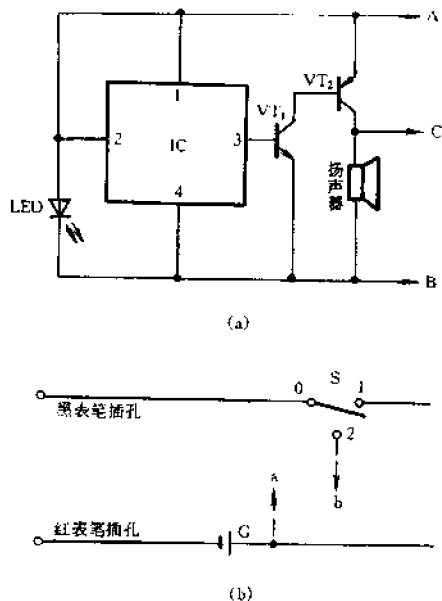

图 5-8 给万用表加装声光通断测试电路
具体电路如图 5-8(a)所示。IC 为 CY 系列音乐集成电路,①脚为电源正极,②脚为触发端,③脚是输出端,④脚接地。VT1 可用 3DG201 或 9013,VT2 用 3AX31,  $\beta \geq 100$  即可。扬声器可用小型的,为减小体积,也可用低阻耳机代替。LED 可用红色发光二极管。万用表内部改动见图 5-8(b)所示。实线为原电路部分,虚线为增加的外接线。切断黑表笔插孔与内电路接线,两端分别接至一单刀双掷开关的 0、1 端,2 端接引出线 b 至图 5-8(a)B 点,G 正极引出线 a 接图 5-8(a)A 点。使用时,S 拨至 1 端为原表功能,拨至 B 端为通断测试功能。测试时,用红、黑表笔分别接线路两端即可。因本电路使用表内 1.5V 电池供电,故当所测线路阻抗为几十欧时,发声将很微弱或不发声。另外,当两表笔短接时,可从图 5-8(a)中所示 C、B 端输出高低频信号,作为信号源使用。